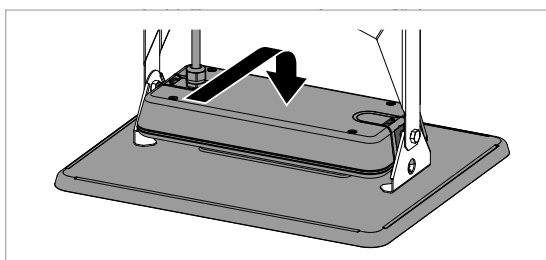

Fig. 6: Leuchte in Halterung einhängen.
- ▶ Hängen Sie die Leuchte in die Halterung ein, siehe Fig. 6.